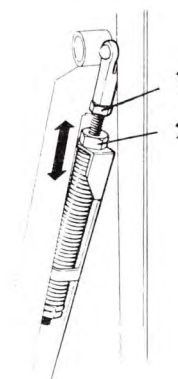

Bild 56.
- 5.3. Kontrollera att avståndet mellan cylindern och slagskon är lika stort på båda sidor. Justera avståndet vid behov genom att lossa muttrarna 1, bild 56, och vrida staget 2.